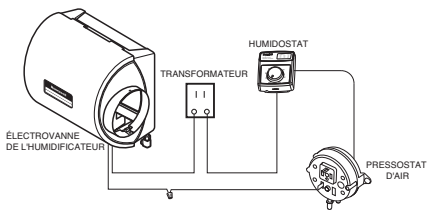

Fig. 14. Câblage des appareils.
7. Connectez les fils basse tension aux conducteurs et remettez le boîtier du H8908. Consultez la Fig. 14.
1. Faites courir le fil de thermostat à deux brins de l'humidificateur à l'humidostat, puis de l'humidostat au pressostat d'air et enfin du pressostat d'air à l'humidificateur pour former un circuit fermé. Consultez la Fig. 14.